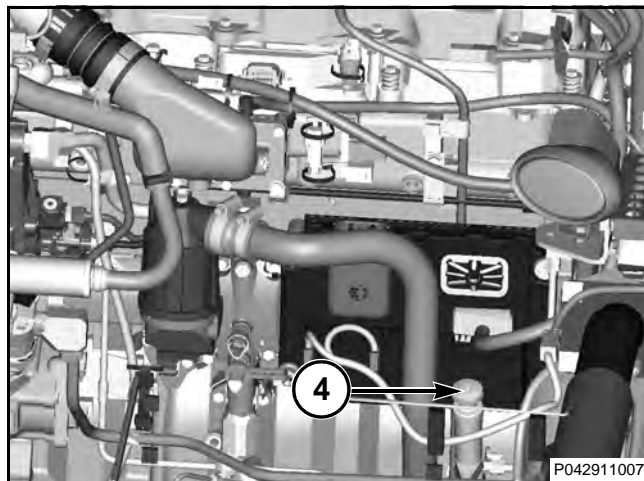

FIG. 71
FIG. 71: Para abrir la bomba de cebado de combustible (4) gire la manija hacia la izquierda. Opere hasta que se sienta una presión fuerte y el combustible salga por el tapón. Este procedimiento requiere muchas carreras.